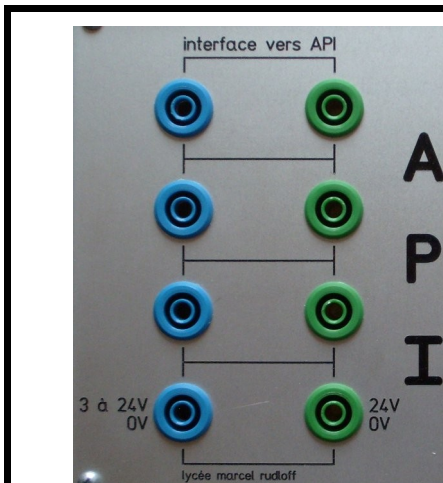

Figure 4 – Interface vers l'API.
- Pour une interface de l'extérieur vers l'API (figure 4), on utilisera la partie gauche du boîtier. La tension venant de l'extérieur peut prendre n'importe quelle valeur de 3 à 24 V pour un NL1.